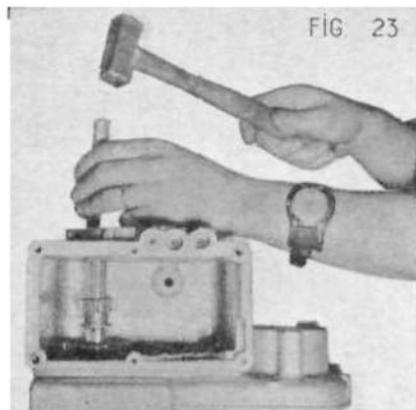

FIG. 23
- Mettre en place, dans le carter, le sous-ensemble 2 (arbre de marche arrière complet), utiliser un maillet et un jet (fig. 23).